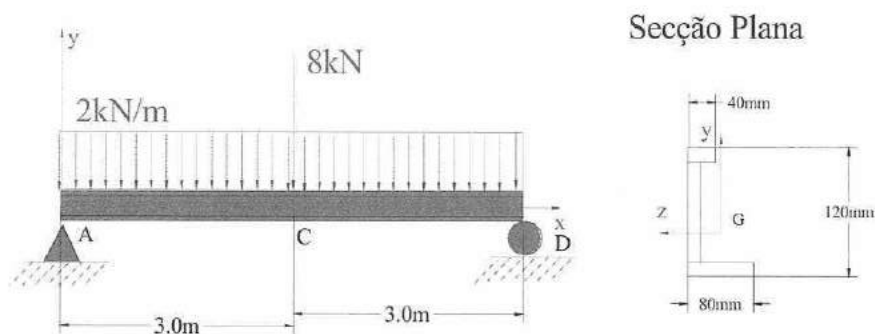

Figura 2 : Viga Simplesmente Apoiada
2. Considere a **Viga Plana Isostática** representada na figura 2, cuja secção recta também se representa e despreze o peso da viga para efeitos dos cálculos subsequentes.
- (2.0) e) Determine o Deslocamento Transversal no ponto C da viga da figura 2, recorrendo ao método das diferenças finitas (considere 3 pontos na viga, excluindo os extremos).
- (2.5) Considere um veio de secção composta cujas dimensões se representam na figura 2. A tensão máxima instalada é de **120MPa**. O material **A** tem um módulo de rigidez transversal $G_A = 140GPa$ e o material **B** tem um módulo de rigidez transversal $G_B = 100GPa$. A espessura do material **A** é igual à espessura do material **B** e é de 5mm. Determine o momento torsor aplicado e o ângulo de rotação.